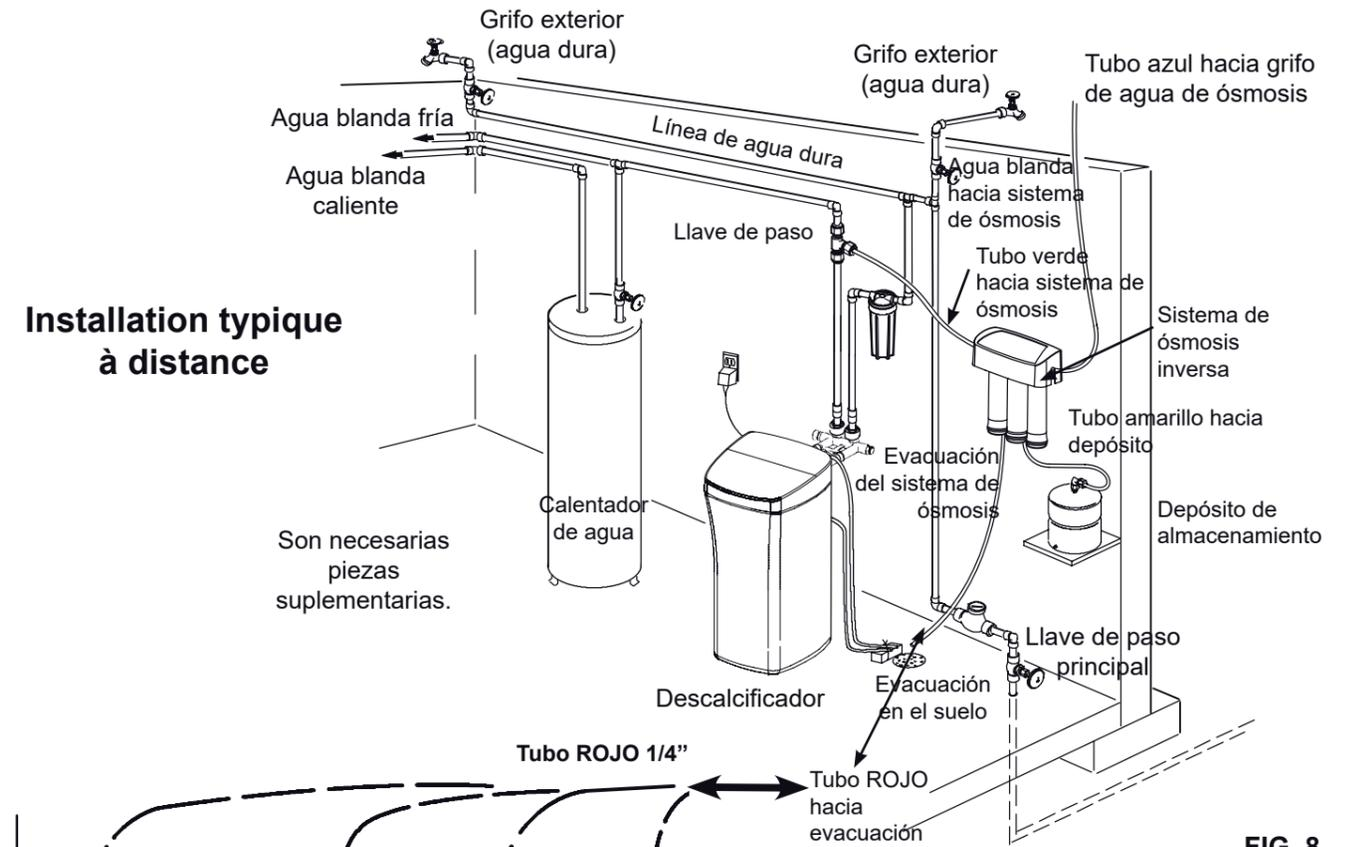

FIG. 8
Utilización de otra evacuación en la vivienda. Cómo se muestra en la fig. 8 y 9, ésta se utiliza normalmente en instalaciones a distancia. El tubo de evacuación del equipo de ósmosis va directamente al desagüe.
1. Localizar el tubo rojo de 1/4" (6,35 mm) en el sistema de ósmosis inversa. Cf Fig. 8.